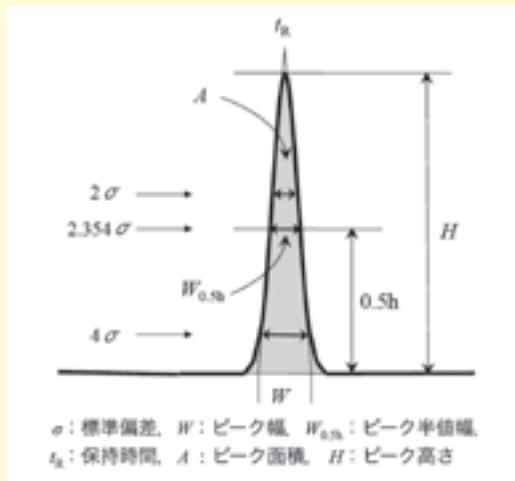

図 1
ここで、 $t_R$  は保持時間、 $\sigma$  は標準偏差です。図 1 に示しますようにガウス分布においては、ピーク幅  $W=4\sigma$ 、ピーク半値幅  $W_{0.5h}=2.354\sigma$  という関係がありますので、これらを (1) 式に代入すると (2) 式、(3) 式が得られます。